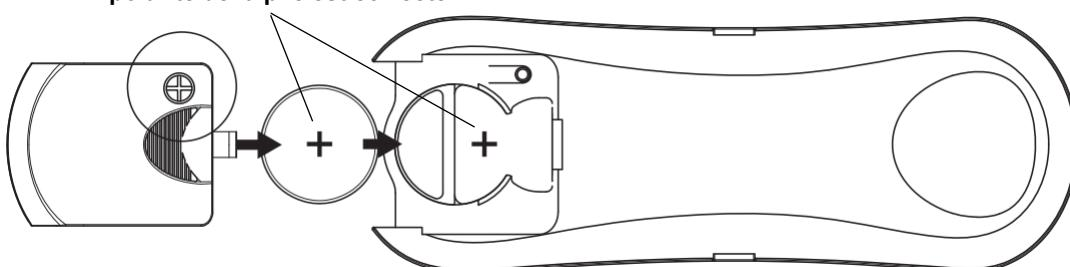

Fig. 10c
- Installez une pile 3 V CR2032 CC neuve dans le compartiment. Veuillez vous assurer que la polarité de la pile est correcte. (Fig. 10c)